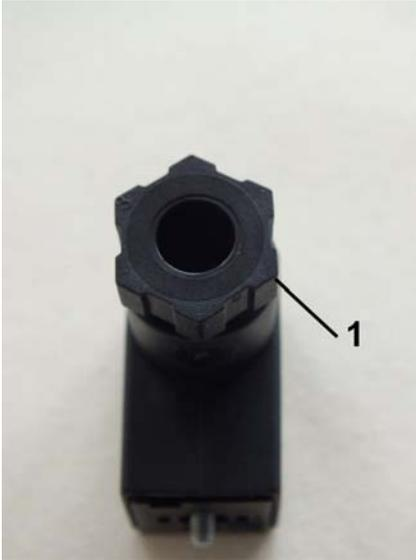

Abb. 22: Verschraubung lösen
4. ➤ Verschraubung (Abb. 22/1) durch Drehen nach links lösen
8. ➤ Verschraubung (Abb. 22/1) durch Drehen nach rechts wieder anziehen